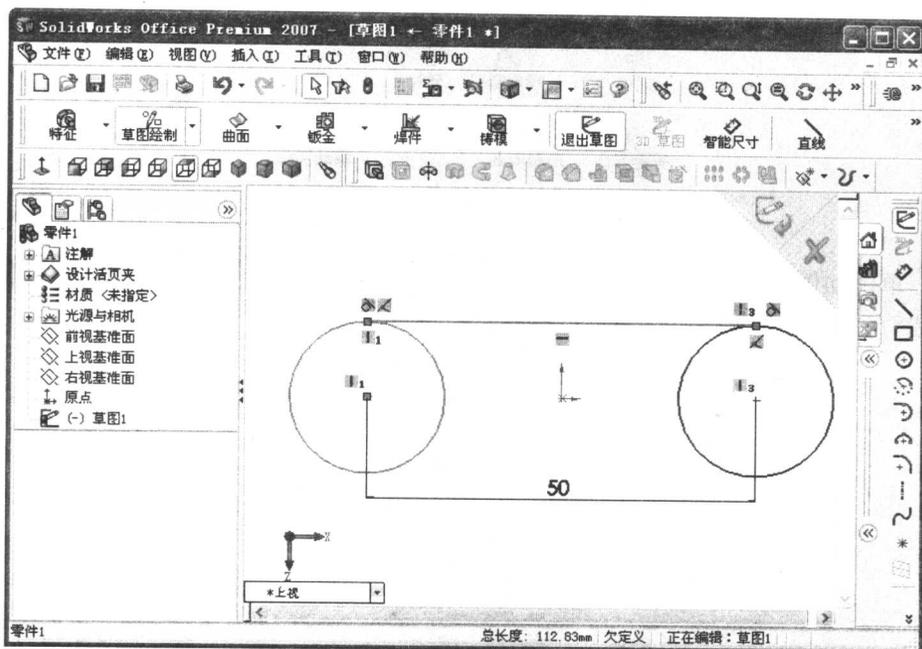

图 1.12 直线的绘制
② 拖动鼠标指针至另一圆的相同位置单击，完成直线绘制，如图 1.12 所示。